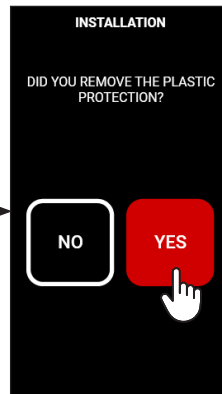

fig.10
- Bestätigen Sie die auf dem Bildschirm angezeigte Meldung, indem Sie auf JA klicken (erst nach dem Entfernen des Kunststoffschutzes) (fig. 10);